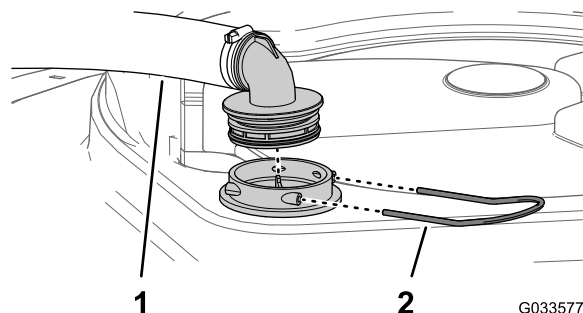

Figura 94
2. Na parte superior do depósito do pulverizador, retire a fixação que prende a união da mangueira unida à tubagem grande da estrutura do filtro (Figura 94).
3. Retire a tubagem e a união da tubagem da estrutura do filtro (Figura 94).